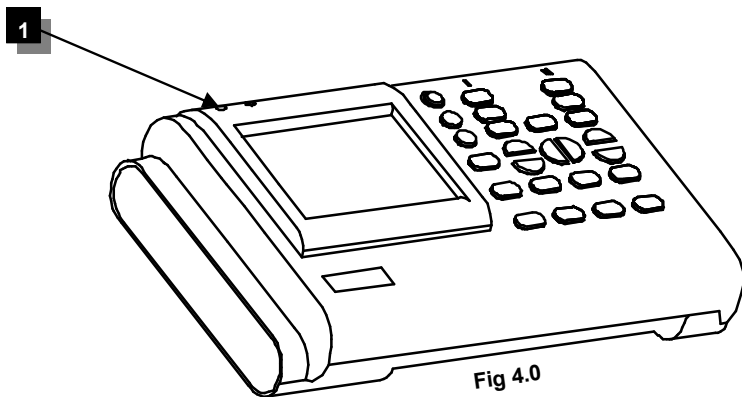

Fig 4.0
☞ The "charge" indicator LED (1) at the top of the device will be lit during the charging process. (see fig.4.0)
- ☞ De **"charge"** indicatie led (1) bovenaan het toestel zal oplichten tijdens het opladen van de batterij. (Zie fig. 4.0)
- ☞ La LED d'indication **"charge"** (1) en tête de l'appareil sera (Voir fig. 4.0).
- ☞ Die LED-Anzeige **"charge"** an der Obenseite des Geräts wird während des Ladevorgangs brennen (Abb. 4.0).